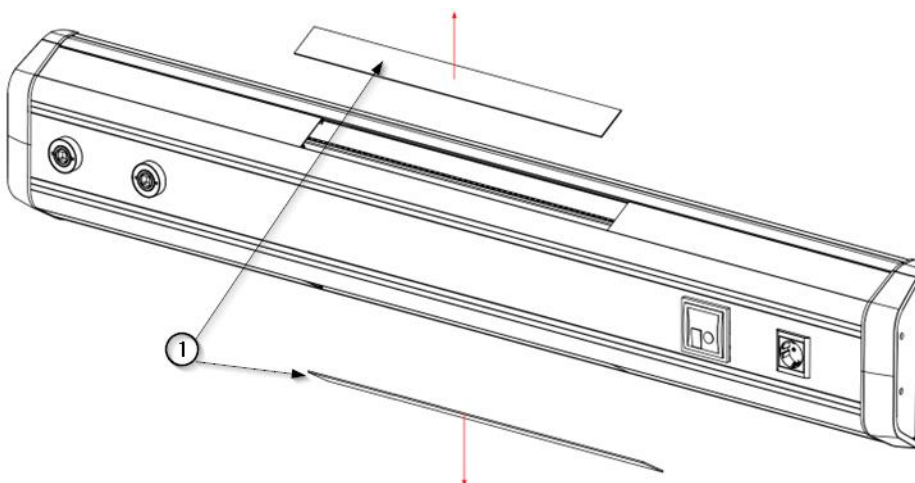

Fig.3 Retirada de difusores superior e inferior
- Retire los difusores de luz ① tal y como se muestra en la Fig. 3. Ayúdese con un destornillador de punta plana teniendo cuidado de no arañar la pintura de las tapas laterales.